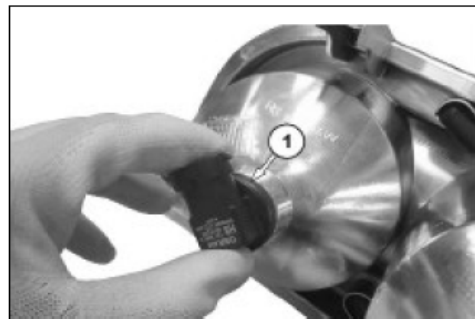

Fig. 136
1. Quite el conector del foco (1 Fig. 136)